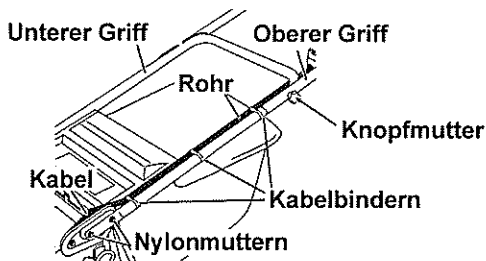

Abb. 2.
- 1 Installieren Sie den unteren Griff (mit 4 Nylonmuttern) an der Maschine. (Siehe Abb. 2, 3 und 4.)